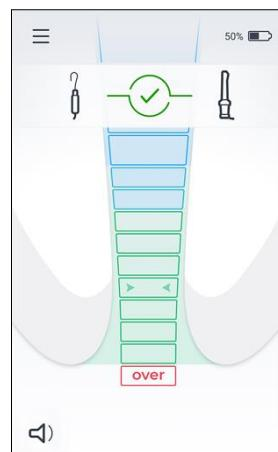

Fig. 4
3. O ícone de “Teste de conexão” do cabo deve aparecer na tela – consulte a Fig. 4.